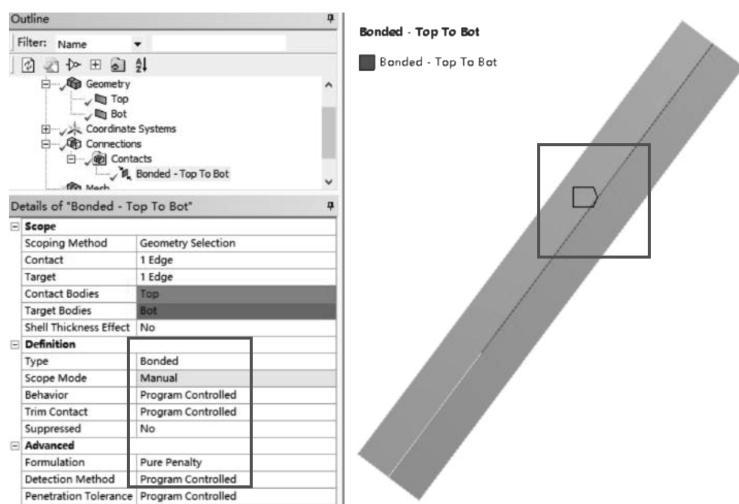

图 8-20 创建长裂纹接触对
- (1) 删除自动接触：导航树上展开【Connections】→【Contacts】，右键单击【Contact Region】→【Delete】，删除接触对。
- (2) 在导航树上单击【Contacts】，【Contacts】→【Contact】→【Bonded】，在标准工具栏中单击边线图标，图形区域隐藏梁 Bot 一侧，在接触信息栏，接触区域选择 Top 区域长边。显示梁 Bot，隐藏梁 Top，目标区域选择 Bot 区域长边。在接触信息栏里单击【Advanced】→【Formulation】= Pure Penalty，其他选项默认，如图 8-20 所示。